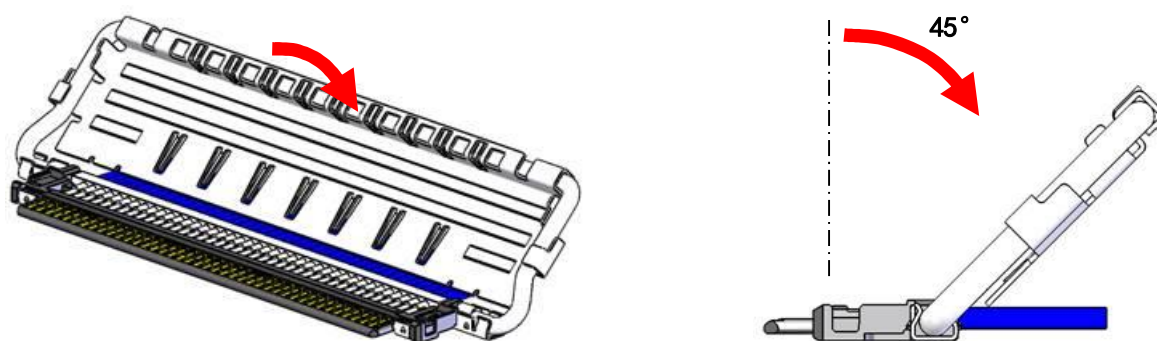

图 7 锁杆配件倾斜
①如图 7 所示，将 Lock bar assembly 向电线侧倾斜 45°。